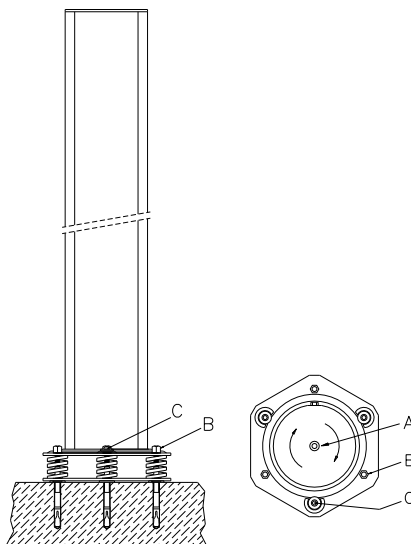

Figura 2
**N.B. Al fine di ottenere un corretto allineamento, verificare che la superficie superiore della base sia perfettamente in piano (utilizzando una livella a bolla). caso contrario agire sui tre dadi esagonali B (figura 2) fino a raggiungere la perfetta planarità (MASSIMA REGOLAZIONE CONSENTITA: 10mm). Nel caso in cui terreno non sia livellato entro i 10mm, spianare o spessorare adeguatamente.**
## ALLINEAMENTO (FIGURA 2)